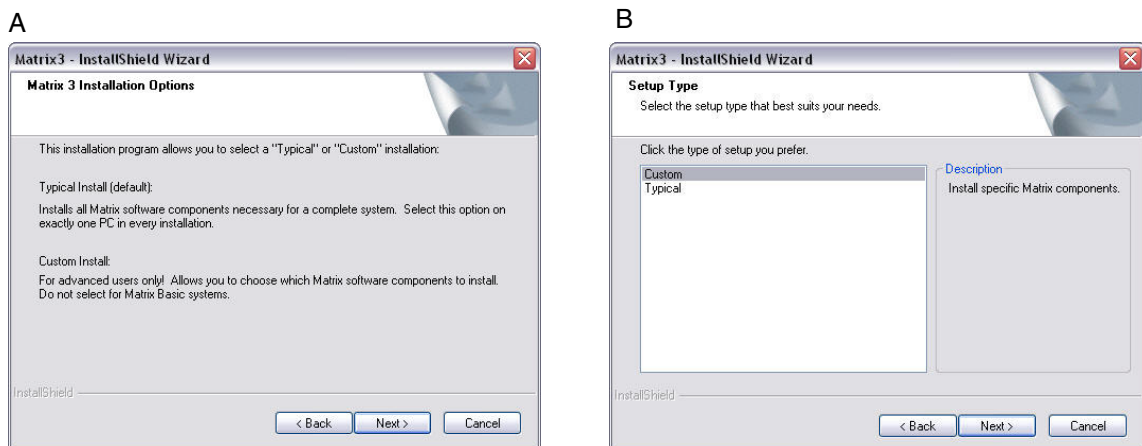

FIG. 14
- Nadat u op VOLGENDE hebt geklikt na aanvaarding van de licentieovereenkomst, wordt het scherm met installatieopties (A) weergegeven zoals in FIG. 14. Dit scherm beschrijft de twee beschikbare installatieopties.
Klik op VOLGENDE om het typescherm van de configuratie weer te geven zoals in FIG. 14 (B). Op dit scherm selecteert u het installatietype.